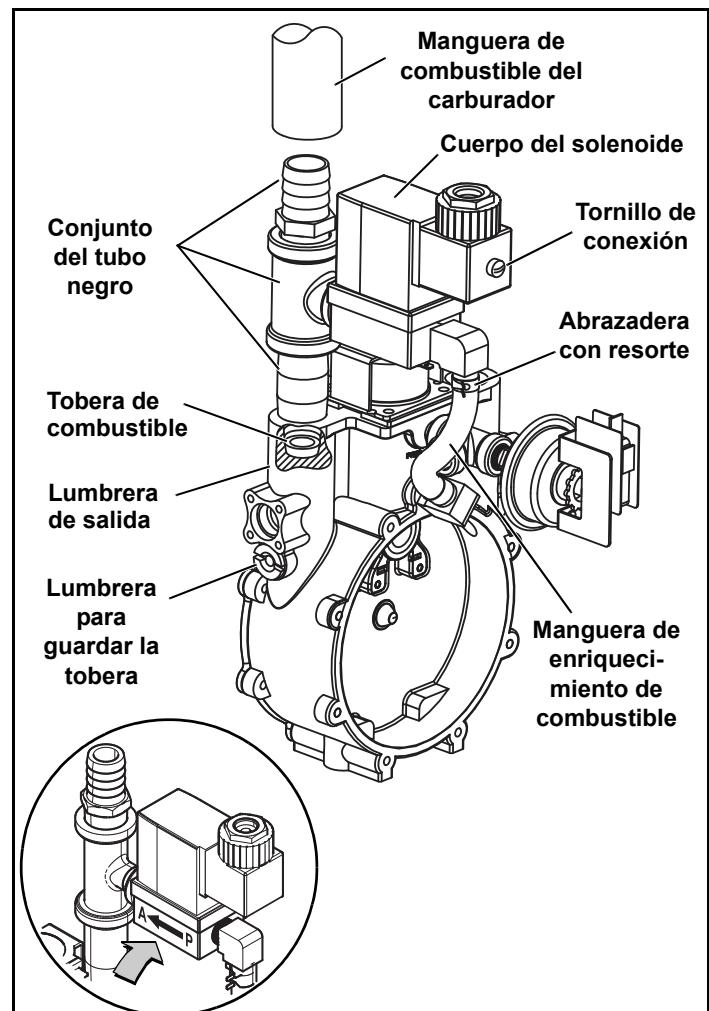

Figura 2-3. Conjunto del regulador de demanda
3. Retire la manguera de combustible del carburador de la lumbreña de salida. Vea la Figura 2-3.
NOTA: El solenoide se debe instalar con la flecha de flujo orientada hacia el conjunto del tubo negro. Vea el recuadro de la Figura 2-3.